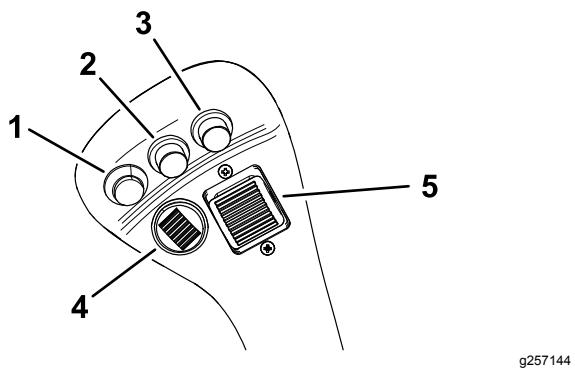

Figura 19
- Para accionar un accesorio hidráulico en dirección hacia adelante, pulse el botón derecho (Figura 19).
- Para accionar un accesorio hidráulico en dirección hacia atrás, pulse el botón central (Figura 19).
- Para detener el accesorio hidráulico, pulse el botón izquierdo (Figura 19).
Gire la palanca de extensión hacia adelante para extender los brazos de carga (Figura 19); gire la palanca hacia atrás para retraerlos.